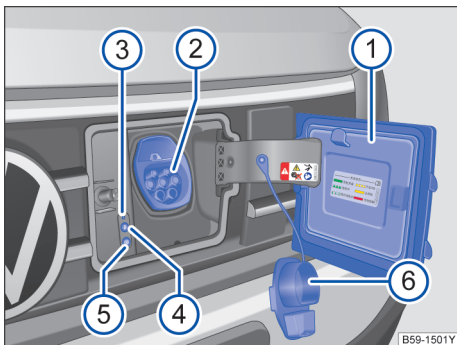
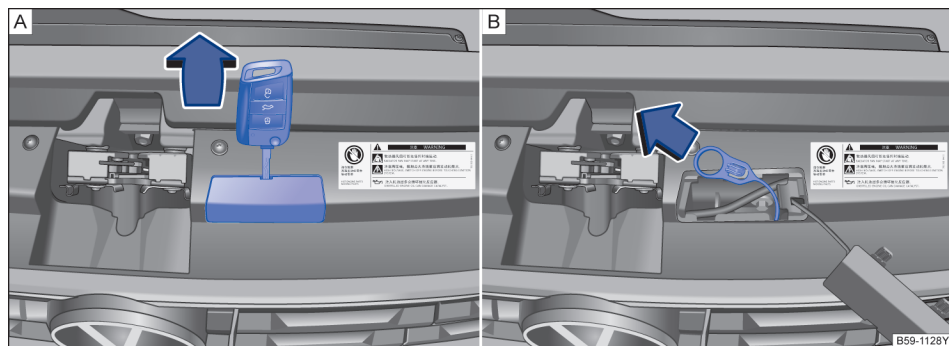

图 188 充电插座
图 189 发动机舱内的高压电池充电口盖板应急解锁拉索
→ 图 188 的图例：
- 在车辆解锁状态下，应首先打开高压电池充电口盖板，再打开高压电池充电口保护盖并将其装到高压电池充电口盖板内侧的接片上→ 图 188 ①。
- 将充电电缆的充电插头插到充电插座中；若识别到充电插头，则→ 图 188 ③ 充电状态指示灯亮黄色，组合仪表的显示屏中出现指示灯 ⚡️。
如果激活了延迟充电功能，也可以按下立即充电按钮④→ 图 188 ④ 立即开始充电。
充电时，充电状态指示灯→ 图 188 ③ 将显示当前的充电状态。
通过按压立即充电按钮④→ 图 188 ④ 可以结束充电过程。
- 按压→ 图 188 ④，结束充电过程。
如遇特殊情况，无法解锁高压电池充电口盖板，用应急钥匙→第 57 页翘开拉索盖板→图 189 A，在缓慢拉动位于盖板内应急解锁拉索→图 189 B 后按动充电口盖板，以便解锁充电口盖板→图 188 ①。